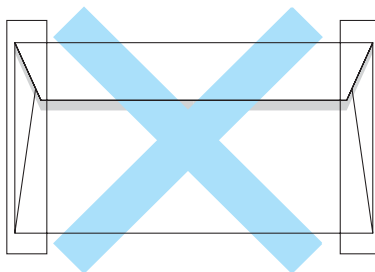

Figure 1-8
- avec trois épaisseurs de papier ou plus dans la zone indiquée à la Figure 1-8 ou